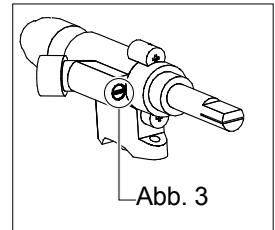

Abb. 3
Bei den gelieferten Modellen erreicht man den verminderten thermischen Durchfluss damit, dass man die „kalibrierte“ Bypassdrosselschraube (Abb. 3) ganz hineinschraubt (siehe Gas-Referenztablelle).
- Thermosteuerungsventil vom Absperrhahn abschrauben (z.B. Abb. 3/A)
- Hochspannungskabel von der Zündkerze trennen (z.B. Abb. 3/B)
- Entfernen Sie die Feder (z.B. Abb. 3/C)
- Hochspannungskabel wieder anschließen (z.B. Abb. 3/B)
- Kabel von der Piezozündung trennen (z.B. Abb. 3/D)